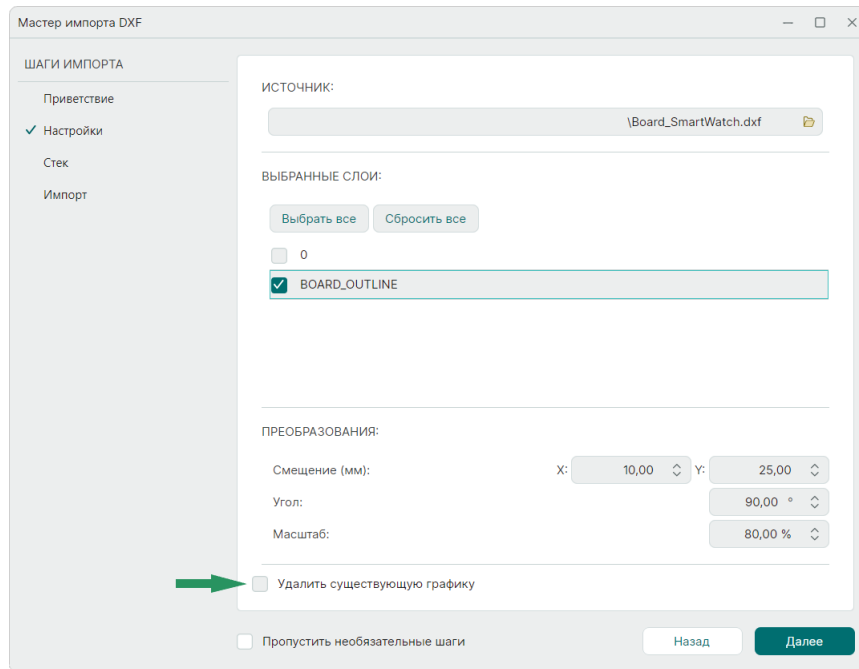

Рис. 79 Преобразование графических объектов
5. При необходимости внесения изменений в импортируемые объекты установите соответствующие параметры в разделе «Преобразования» и нажмите «Далее», см. Рис. 79.